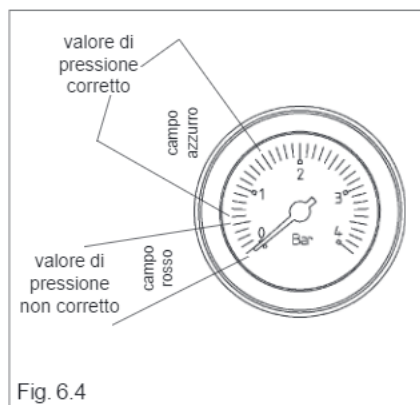
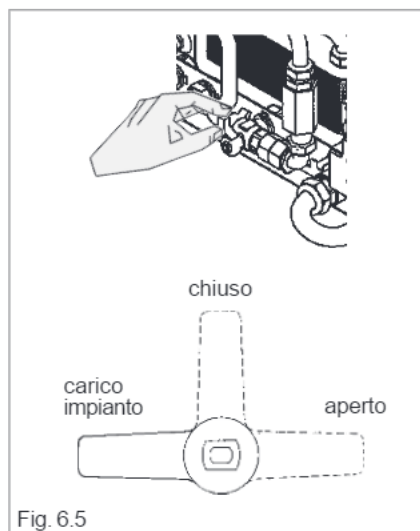

Fig. 6.4
Fig. 6.5
Verificare il valore di pressione sull'idrometro; se è inferiore a 0,5 bar, con impianto freddo (fig. 6.4), agire come segue:
- posizionare il rubinetetto di riempimento in "carico impianto" (fig. 6.5) fino a che il valore di pressione sia compreso tra 0,6 e 1,5 bar (fig. 6.4)
- riposizionare il rubinetetto di riempimento in "aperto" (fig. 6.5).